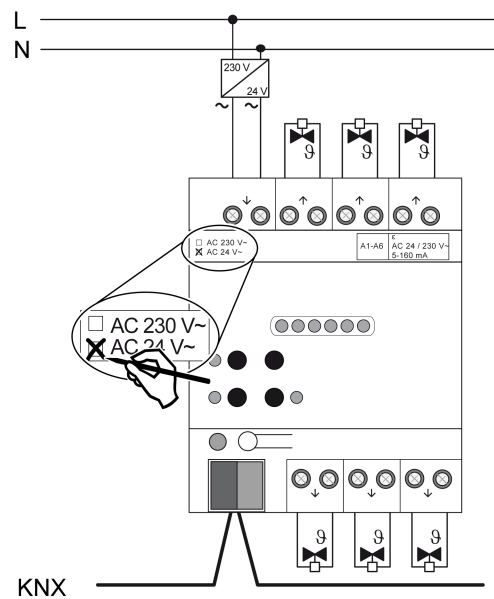

Bild 3: Anschluss Stellantriebe 24 V
- Stellantriebe AC 24 V gemäß Anschlussplan (siehe Bild 3) anschließen.